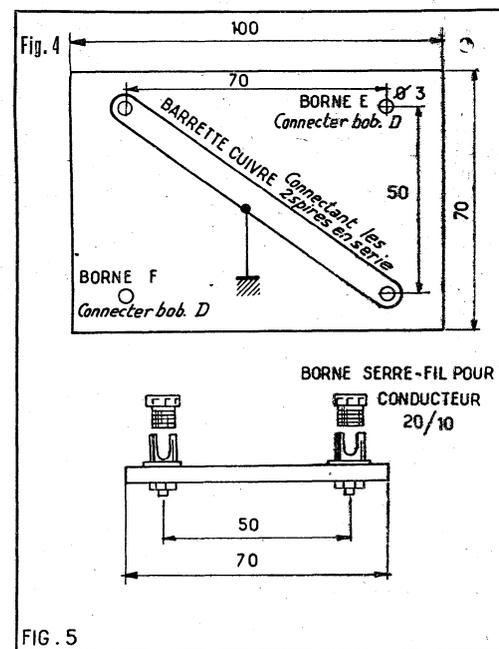
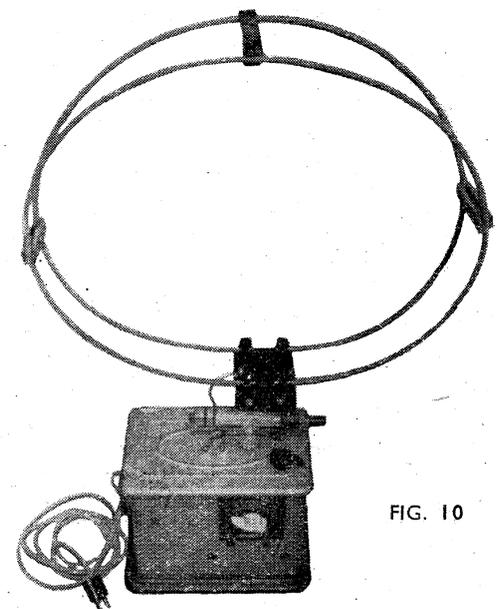

FIG. 5
FIG. 10
Chacune des deux spires est constituée par un cercle de câble rigide de 20/10, isolé sous une grosse gaine en caoutchouc de 50/10. Les deux spires ainsi réalisées, constituent un double cerceau de 40 cm de diamètre. (fig. 10).
Il reste à fixer ces deux spires. Dans de la bakélite de 4 mm d'épaisseur, commencez par découper 6 petites plaquettes de 60 mm de long, sur 15 mm de large (fig. 2), et percez chacune d'elles d'un trou de 3 mm. Dans votre planche de bakélite, découpez également une petite plaquette de 100 mm de long, sur 70 de large (fig. 4) et percez-la de 4 trous de 3 mm chacun, conformément à la figure 4. Dans chacun de ces trous, fixez une borne serre-fil pour 20/10 (fig. 5). Puis, avec une barette en cuivre (T), connectez électriquement deux bornes serre-fil placées dans la diagonale du rectangle de bakélite de 100 mm x 70 mm (fig. 4). Enfin, vous fixez chacune des spires après les avoir dénudées en bout, dans deux bornes (les plus éloignées deux à deux). Chacune des spires doit être éloignée de l'autre de 50 mm. Pour ce faire, et maintenir le dit écartement, en trois endroits régulièrement espacés, vous serrez modérément chaque spire entre un serre-fil, constitué par deux plaquettes de bakélite conformes à celle de la figure 2 et vous opérez le serrage de chacune de ces paires de plaquettes sur le fil, à l'aide d'une vis à métaux de 3 x 30 avec son écrou (fig. 3). Le cadre est ainsi bien rigide, et une fois terminé présente l'aspect de celui de la figure 10.
indiqué terminé, nous plaçons le châssis dans une petite boîte en métal (fig. 10), sur laquelle nous aurons au préalable fixé mécaniquement le condensateur variable CV de 0,5/1.000 ainsi que le commutateur POGO (1), le cadre ferroxcube (CF) et le cadre bi-spires A (dont la construction a été décrite dans le paragraphe précédent). Voici comment terminer le câblage : les lames fixes du condensateur variable CV de 0,5/1.000 sont connectées à la broche 6 de la lampe UF41, ainsi qu'à une cosse du bobinage C du cadre ferroxcube CF. La cosse demeurant libre vers le centre de ce bobinage C est connectée à une cosse près du centre du bobinage B du cadre CF, ainsi qu'au plot PO du commutateur 1.